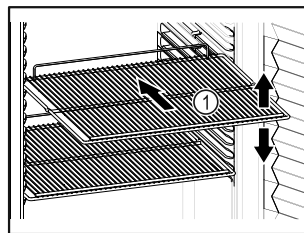

Fig. 78 Приблизне відображення
- Якщо решітки для зберігання Fig. 78 (1) знімні, відрегулювати по висоті.